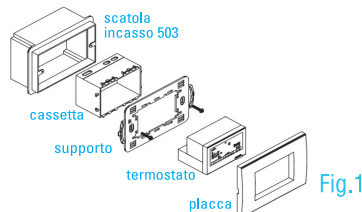

Fig.1
4. Scegliere tra i 4 supporti universali in dotazione quello idoneo alla placca in possesso (VEDI ISTRUZIONI SUPPORTI) e installare il termostato seguendo l'ordine indicato in Fig.1